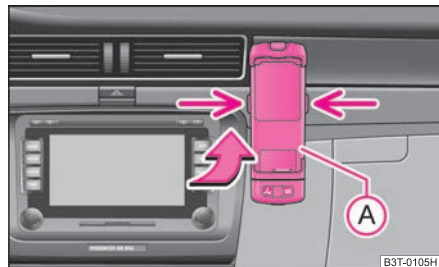

Fig. 139 Preparación universal para el teléfono
- Introducir primero el adaptador **(A)** en el soporte en sentido de la flecha ⇒ **fig. 139** hasta el tope. Presionar ligeramente el adaptador hacia abajo hasta que se enclave de modo seguro.
- Presionar al mismo tiempo los enclavamientos laterales del soporte y sacar el teléfono con adaptador ⇒ **fig. 139**.